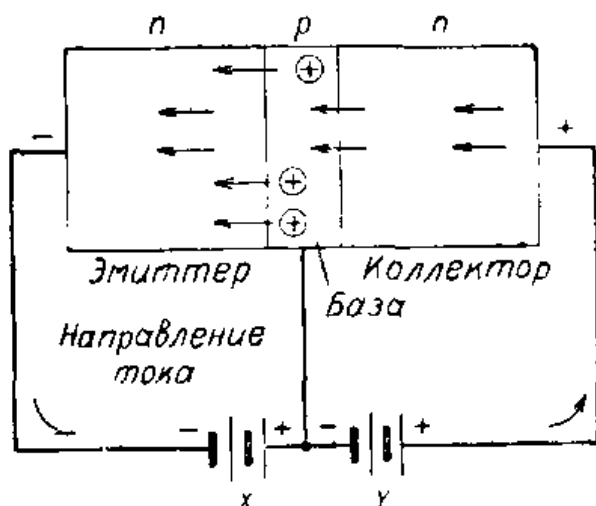

Рис. VI.111. Когда к эмиттеру, базе и коллектору *n-p-n* транзистора приложены соответствующие напряжения, через транзистор проходит ток.
**Принцип действия *n-p-n* транзистора.** Чтобы понять основные принципы работы транзистора рассмотрим схему, в которой к выводам транзистора присоединены внешние батареи, в результате чего через транзистор течет ток. Батарея, помеченная буквой X на рис. VI. 111, включена между эмиттером и базой. Так как материал *n*-типа при такой полярности включения
Если батарея, помеченная буквой *Y* (рис. VI.111), включена между коллектором и базой так, что отрицательный полюс связан с коллектором, а положительный с базой, ток в этой цепи не идет.
Если коллектор соединить с положительным полюсом батареи *Y* (рис. VI.111), электроны, притягиваемые положительным зарядом коллектора, будут проходить сквозь базу и попадать на коллектор. Такое прохождение электронов сквозь базу возможно, потому что база имеет очень небольшую толщину.